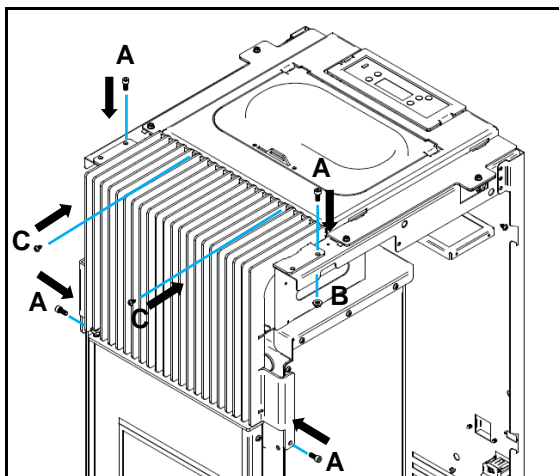

Figura 37 - Apriete de la rejilla frontal
c) En la rejilla superior fija con dos tornillos **C** (DIN 7981 4,2x9,5) previamente colocados directamente en la parte superior, luego se fija con dos tornillos (M5x12 DIN 912) utilizando tuercas y **B** (M5 DIN tuercas 6923) finalmente en la parte inferior fija con dos tornillos **A** (DIN 912 M5x12) directamente en la máquina, como se muestra en la Figura 37.